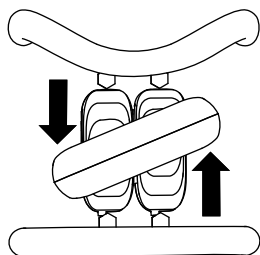

Figura 9
- Para virar para a esquerda, rode o controlo de tração no sentido contrário ao dos ponteiros do relógio (**Figura 9**).